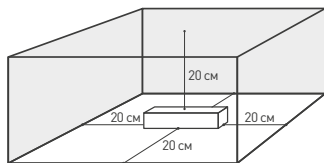

Рис. 2. Свободное пространство вокруг источника
- температура окружающего воздуха от -40 до $+60$ °С, см. график зависимости максимально допустимой нагрузки на источник питания от температуры окружающей среды на рис. 2;